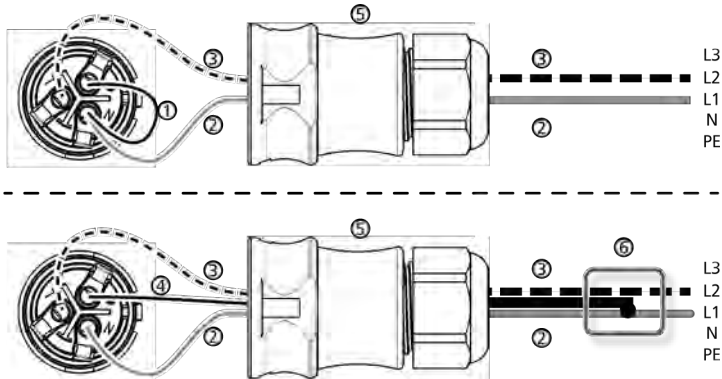

Abb. 6: Verbindung von N und FE im AC-Stecker (oben) oder Unterverteiler (unten)
- N und L werden wechselrichterseitig zwischen die Außenleiter L1 – L2 angeschlossen. Siehe ② und ③ in Abb. 6.
Abb. 6 zeigt beispielhaft die wechselrichterseitige Verbindung von L1 und FE:
- Abb. 6 wie oben.
2. ➔ Verbinden Sie wechselrichterseitig eine der beiden angeschlossenen Phasen mit FE. Stellen Sie die Verbindung entweder im AC-Stecker oder in einem externen Unterverteiler her gemäß Abb. 6.